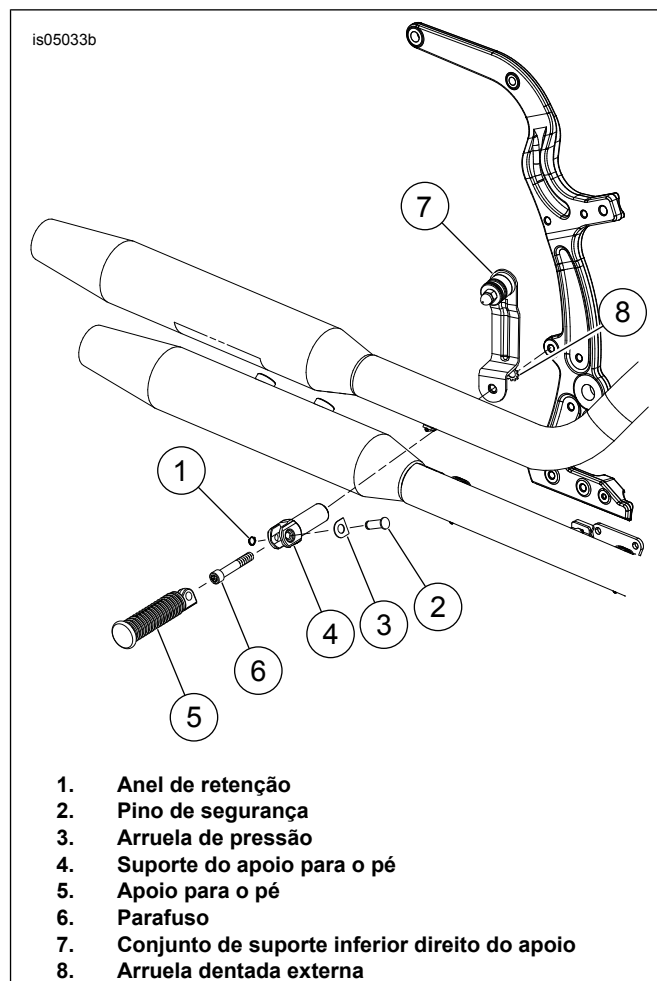
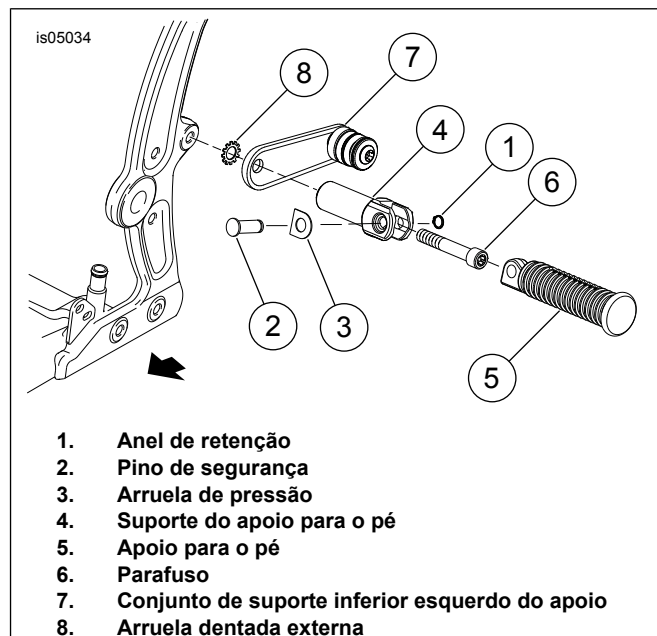

Figura 4. Conjunto de suporte inferior direito do apoio
Figura 5. Conjunto de suporte inferior esquerdo do apoio
1. Veja Figura 4. No lado direito da motocicleta, remova o apoio para o pé do passageiro (5), o anel de retenção (1), o pino de segurança (2) e a arruela de pressão (3).
2. Remova o parafuso (6) do quadro e do suporte do apoio para o pé (4), e coloque o conjunto do suporte inferior direito e a arruela de pressão na lingüeta do apoio para o pé no quadro. Aplique Loctite e instale o suporte e o parafuso do apoio para o pé. Aperte o parafuso de forma que o suporte possa ser reposicionado se necessário. Não instale o apoio para o pé por enquanto.
3. Veja Figura 5. No lado esquerdo da motocicleta, repita o procedimento de remoção do apoio para o pé e instale o conjunto do suporte esquerdo apontando para a traseira da motocicleta. Aperte o parafuso (6) de forma que o suporte possa ser reposicionado se necessário.